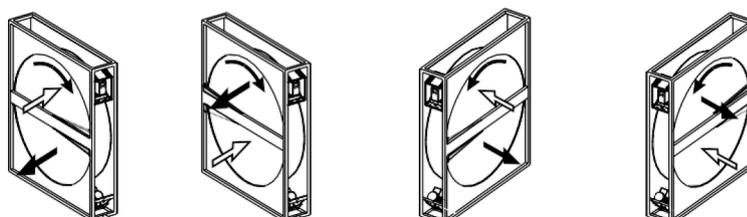

Fig. 22. Direção das rotações do recuperador rotativo
- quando a correia da transmissão está montada e o permutador é ligado, certifique-se de que a direção das rotações do rotor é encaminhada a partir das condutas de ar de extração, através do bloqueio de ar de limpeza até às condutas de ar de insuflação (fig. 22).